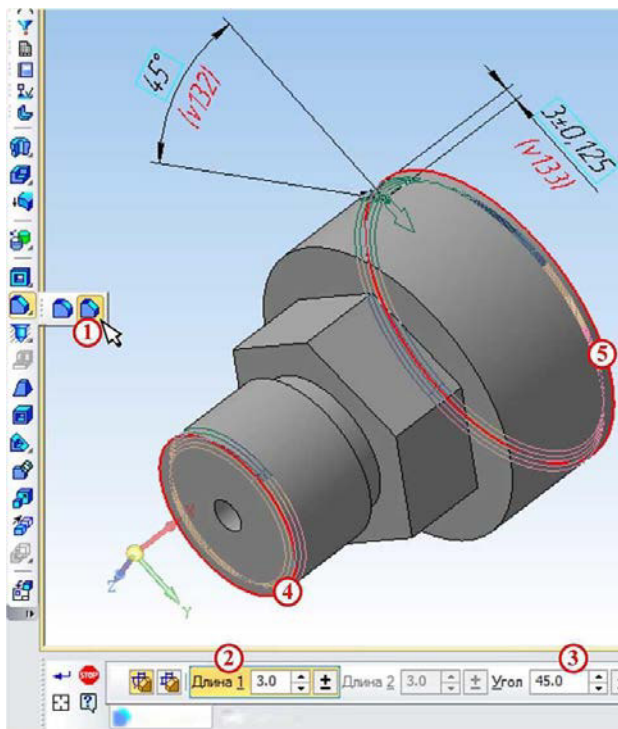

Рисунок 5.
5. Нанести фаски с помощью кнопки **Фаска 1** на панели **Компактная**. После этого необходимо указать в панели свойств длину **2** и угол **3** фаски, под которым она нанесена. После этого выбираются сами ребра, на которых необходимо сделать фаску, в нашем случае это ребра **4** и **5**, рисунок 5.